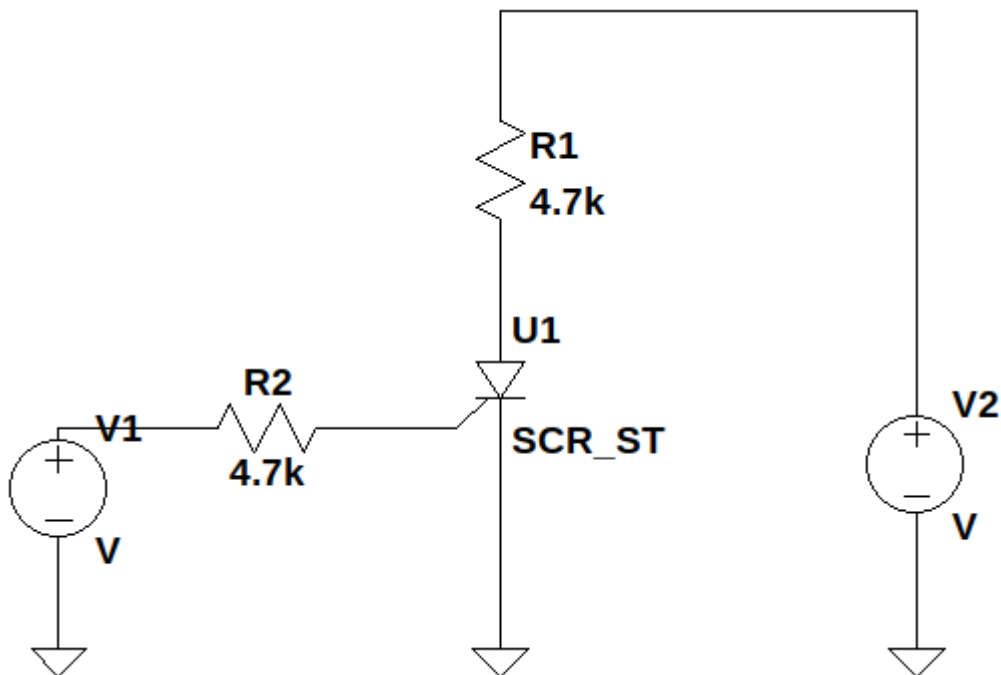

Figura 11: Circuito para simular en LTspice.
1. Montar el circuito de la figura 11.